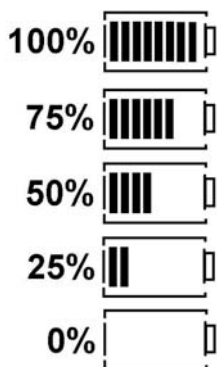

Fig. 6: Batteriernas laddningstillstånd
Batteriets aktuella laddningstillstånd visas alltid på LCD-displayen (fig. 5, pos. 5). Antalet stolpar visar batteriets laddningstillstånd i procent (fig. 6).